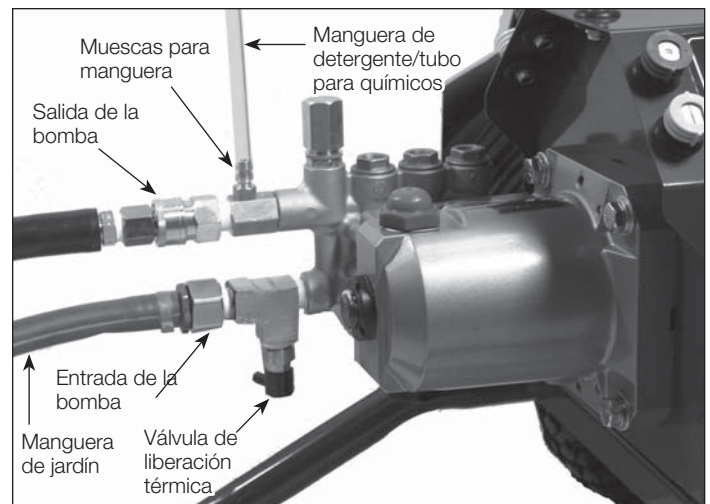

Figura 7 - Conexión de la bomba
4. Asegure la manguera de jardín (no se incluye) a la conexión de entrada de la bomba (Ver Figura 7).